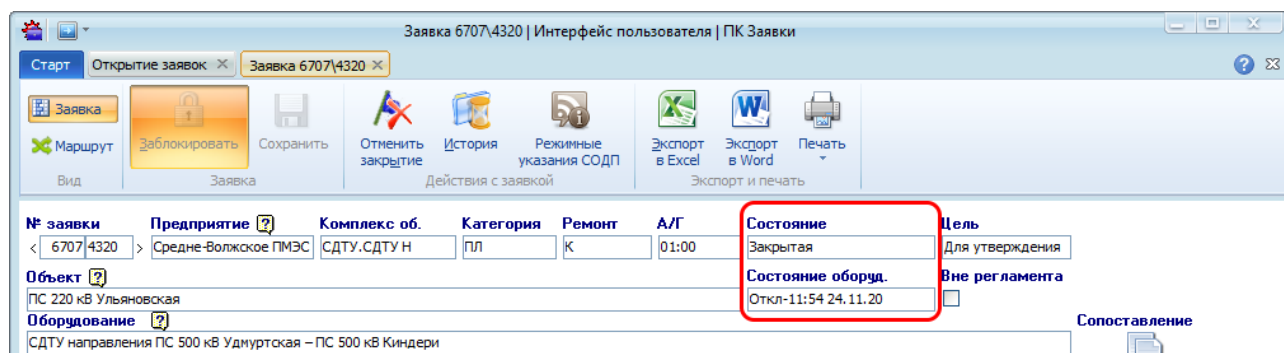

Рисунок 13.13 – Отображение отключенного оборудования
- если закрыта заявка, которая удовлетворяет только зависимости «Комплекс – Состояние оборудования», то на ФОЗ в поле «Состояние оборудования» отображается значение «Отключено» / «Включено» (Рисунок 13.13). По умолчанию выбрано значение «Включено».